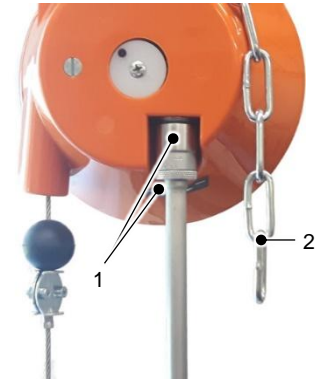

Fig. 5.3: Ajuste preciso del equilibrador de muelle
El equilibrador de muelle está asegurado con una cadena de seguridad (2), véase fig. 5.3 *Ajuste preciso del equilibrador de muelle*. Esta debe fijarse de forma estacionaria independientemente de la suspensión del equilibrador de muelle.